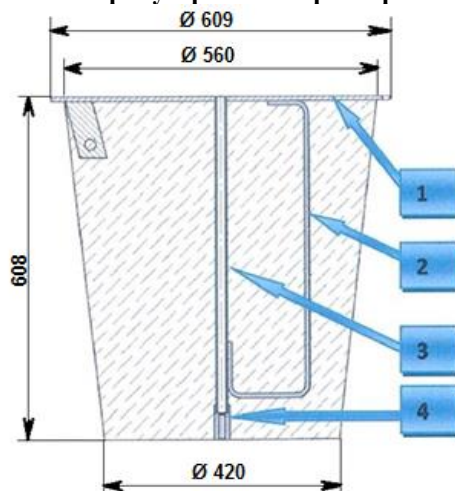

Рис. 2. Элементы конструкции и размеры устройства УАЗк-ССД:
4.1.4. Габаритные размеры устройства показаны на рис. 2.